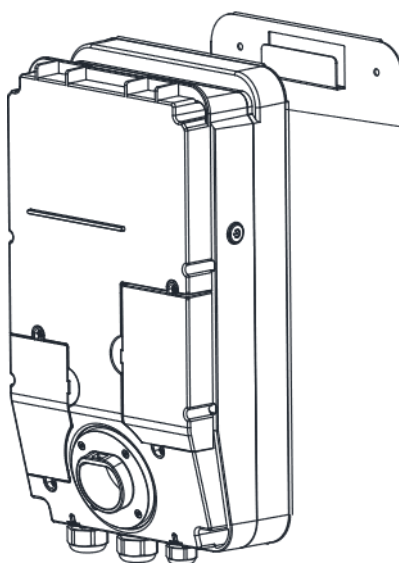

Figura 4.2
(1) Levante ligeramente la cubierta exterior del Wallbox y colóquela a un lado.
(2) Coloque el cuerpo principal del Wallbox en la placa metálica posterior, asegurándose de alinearla a izquierda y derecha, como se muestra en la **Figura 4.2**.